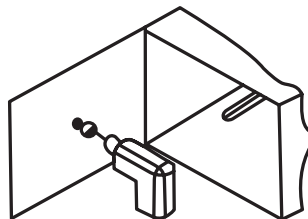

Рис. 6
- зніміть фіксуючий вал, просвердліть отвір Ø6 і розширте його до Ø30 (Рис. 6);